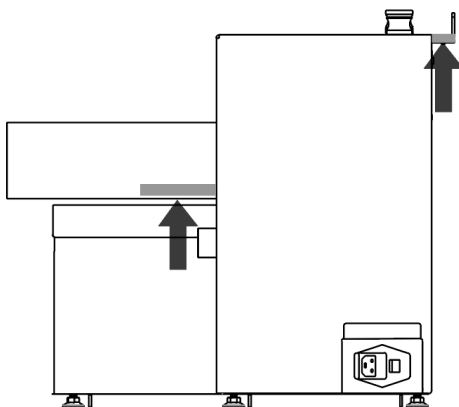

Figure 4 Points de levage du docker
**AVERTISSEMENT** : ÉQUIPEMENT LOURD – Demandez TOUJOURS à plus d'une personne de déballer et de déplacer cet équipement de la palette d'expédition à l'aide des points de levage (Figure 4). Consultez la